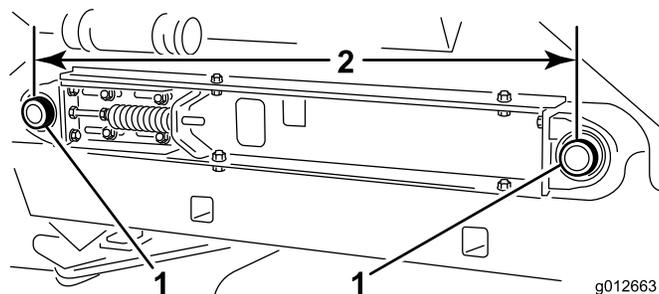

Рисунок 18
3. Убедитесь в том, что расстояния между осями роликов ленты транспортера (Рисунок 18) с каждой стороны машины одинаковы (примерно 895 мм).